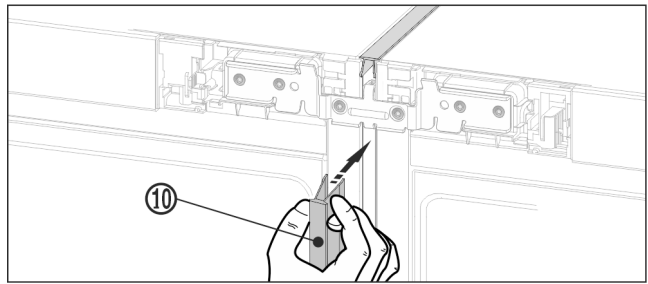

Fig. 22
- ▶ Aan de voorzijde de lange afdeklijst Fig. 22 (10) in de verticale spleet drukken. Zorg ervoor dat de lijst op de verbindingplaat rust.